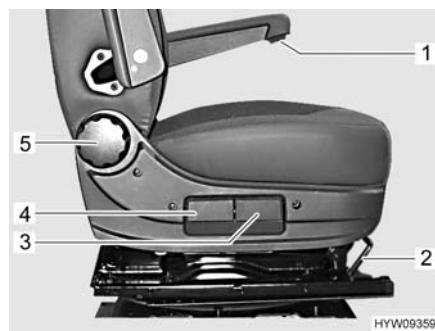

Fig. 20 Elementi di comando (sedile del conducente/passeggero)
- Tirare la staffa (Fig. 20,2) verso l'alto.
<ul style="list-style-type: none"> ■ Tirare la maniglia (Fig. 20,3) verso l'alto. ■ Regolare il piano di seduta anteriore con l'inclinazione desiderata caricando a scaricando il sedile. ■ Rilasciare la maniglia. Bloccando il piano di seduta si deve sentire un leggero clic. ■ Tirare la maniglia (Fig. 20,4) verso l'alto. ■ Regolare il piano di seduta posteriore con l'inclinazione desiderata caricando a scaricando il sedile. ■ Rilasciare la maniglia. Bloccando il piano di seduta si deve sentire un leggero clic.
<ul style="list-style-type: none"> ■ Ruotare la rotella zigrinata (Fig. 20,5). A seconda della direzione di rotazione lo schienale si muove in avanti o indietro.
- Ruotare la rotella zigrinata (Fig. 20,1). A seconda della direzione di rotazione il bracciolo si muove verso l'alto o verso il basso.